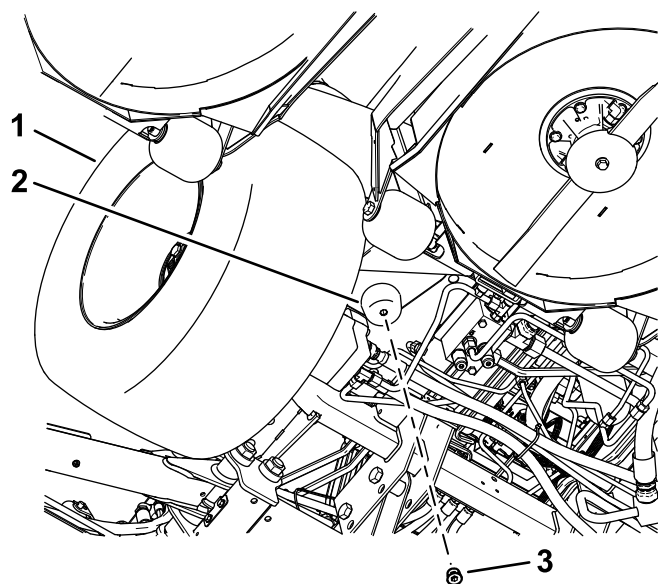

図 61
3. ドレンプラグを取り外し、燃料を排出する(図 61)。
6. ドレンプラグを取付け、17.5-19.3 N·m (1.89-2.08kgm) のトルクで締め付ける。図 61 を参照方。